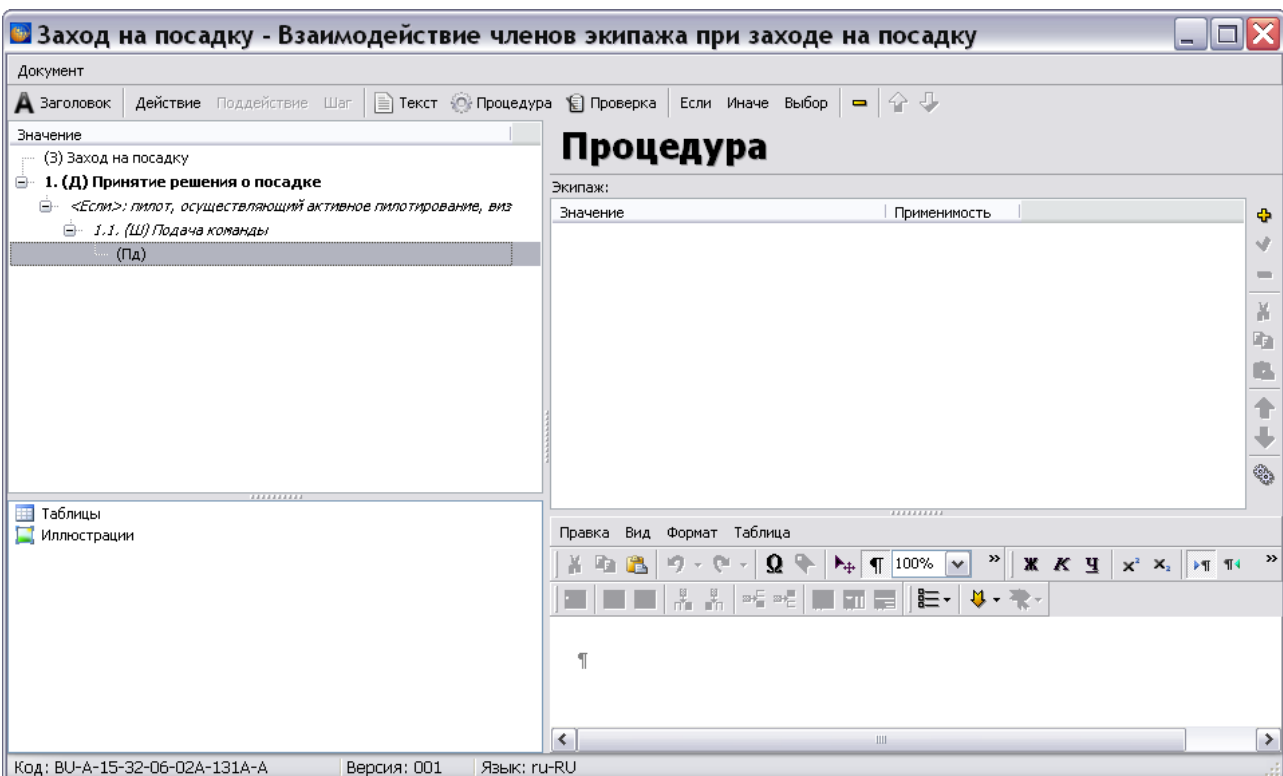

Рис. 13.19
12. В левом верхнем окне редактора выделите созданный шаг и нажмите на кнопку **Добавить процедуру** . В правом окне редактора появятся параметры для описания процедуры (Рис. 13.19).